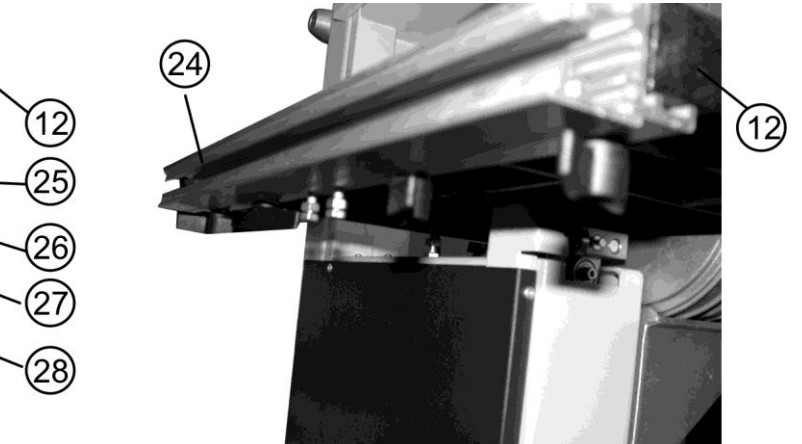

Рис. 5
### 10.2. Установка направляющей планки и подвижного упора (Рис. 5, 6, 7)
10.2.1. Используя детали крепления (Н), Рис. 1, как показано на Рис. 5, установите и закрепите направляющую планку (24) на левой стороне рабочего стола (12).